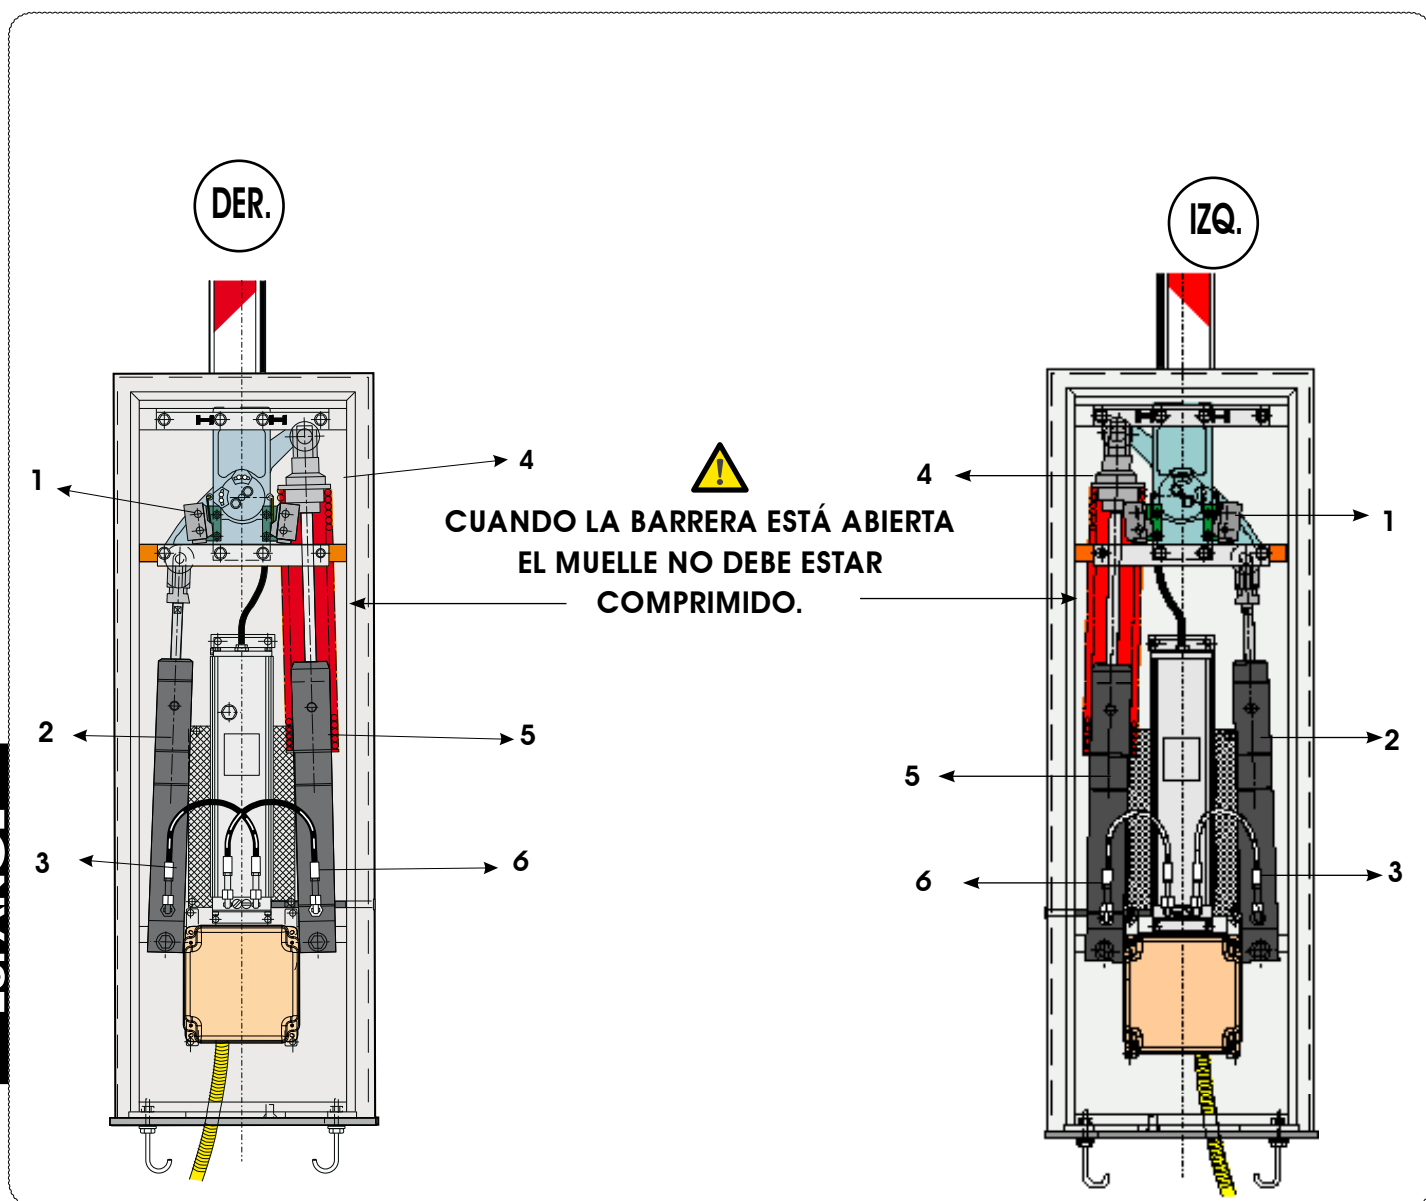

Fig. 18
5. Afloje completamente la tuerca de regulación del muelle (Fig. 18 ref. ④).
6. Desconecte los tubos de alimentación (Fig. 18 ref. ③ y ⑥) de los dos émbolos y tape los racores.
7. Desmonte los dos émbolos (Fig. 18 ref. ② y ⑤) de los empalmes superiores e inferiores e invierta la posición colocando el balancín (Fig. 18 ref. ①) hasta el tope del bloqueo mecánico de final de carrera en apertura.
9. Conecte los tubos de alimentación como se indica en la Fig. 18 en función de la configuración de la barrera (DER. o IZQ.).